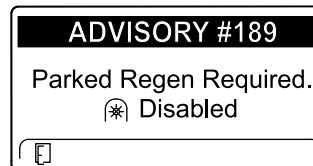

Bild 67
- Wenn Sie eine geparkte Regenerierung nicht innerhalb von zwei Stunden durchführen, wird im InfoCenter „Parked regeneration required – power takeoff disabled ADVISORY #189“ angezeigt (Bild 67).